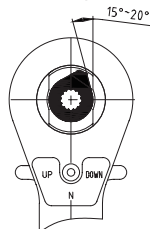

fig.3A
6. Mettez le bouton d'arrêt à un angle de 15 degrés. (voir la fig. 3A).